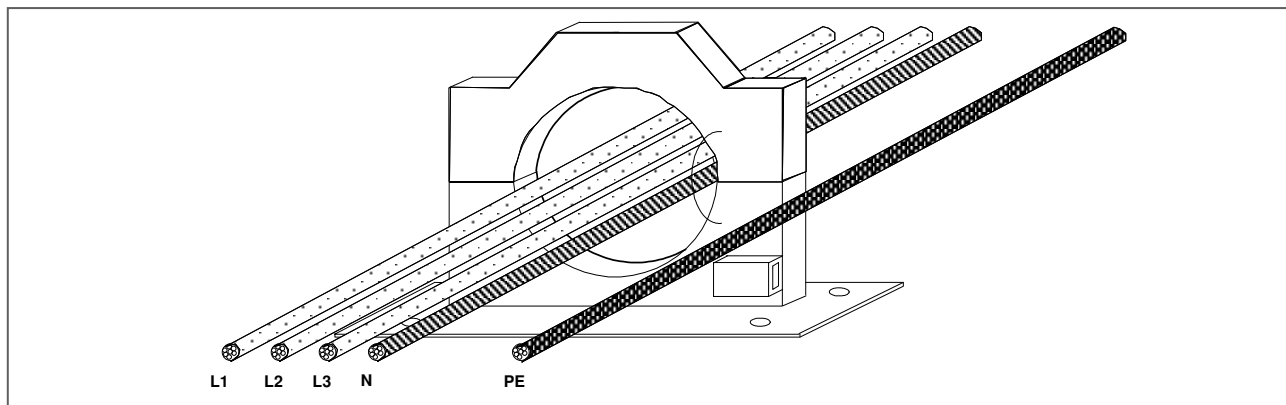

Bild 2.15. Montering av kablarna i summaströmtransformatorn
Icke delbar summaströmtransformator monteras innan kabeldragningen. Vid montering skall man ta hänsyn till närliggande strömförande ledningar. **Transformatorn får icke monteras bredvid matningskabel med hög ström,** minsta avståndet är 100 mm. Transformatorerna fästes på avsedda platser och fasledning (1-fasnät) eller fasledningar (3-fasnät) samt nolledaren (N) dras genom summaströmtransformatorn enligt bild 2.15.